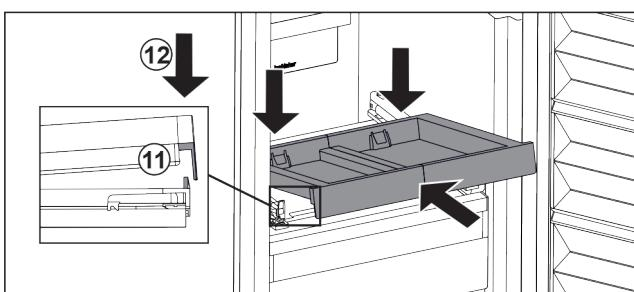

Fig. 32
- Vstavite jo v poševnem položaju. Pazite, da je nastavek na obih straneh za jezičkom. Fig. 32 (11)
- Izvlečno polico odložite spredaj. Fig. 32 (12)